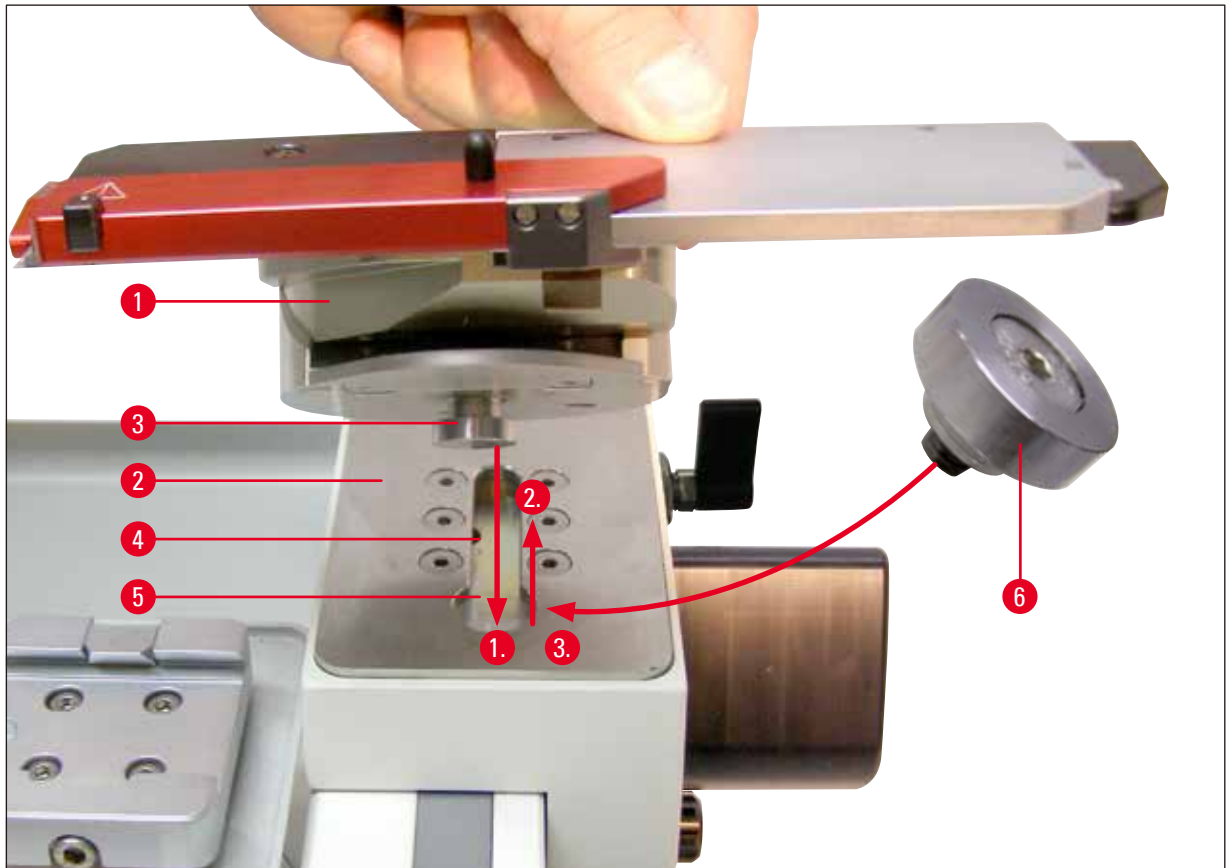
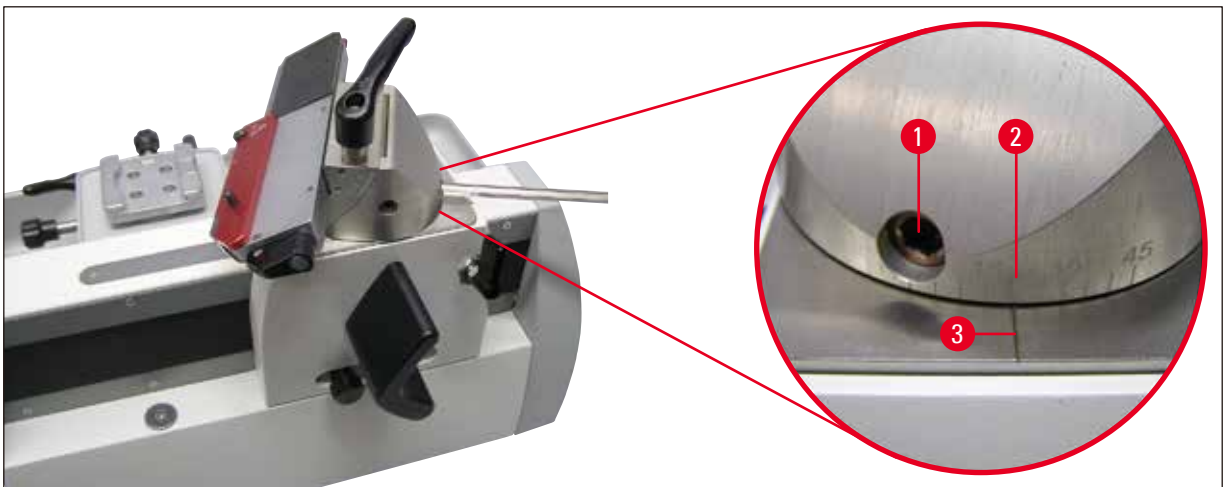

图 17
图 19
- 使用 6 号内六角扳手 (→ 图 19) 拧紧刀架底座 (→ 图 17) 背面的螺丝 (→ 图 18-2), 将刀架夹到沟槽板上。